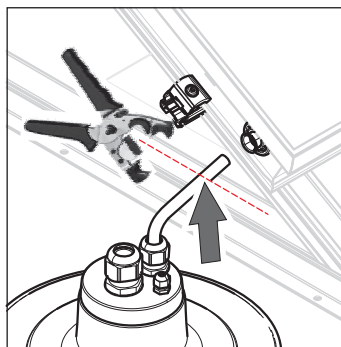

Bild 3-25 Anschlüsse kürzen
5. Vorlauf- (oben am Flachkollektor / VA 15 Solar) sowie Rücklaufleitung (unten am Flachkollektor / VA 18 Solar) an der Markierung abschneiden (Bild 3-25).